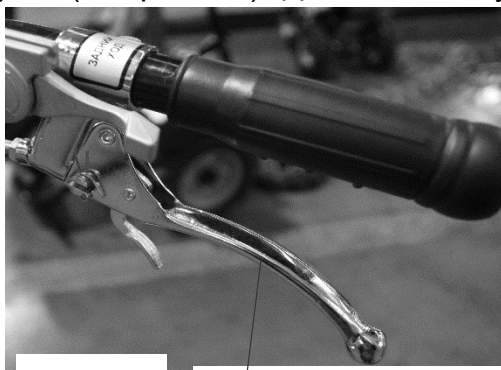

Рис. 17
5. При необходимости движения задним ходом пользуйтесь рычагом на правой ручке руля, (см. рис. 17). Для этого отпустите рычаг сцепления на левой ручке руля, чтобы мотоблок остановился. Включите нейтральную передачу. Для включения заднего хода выжмите рычаг заднего хода. Затем выжмите рычаг сцепления.